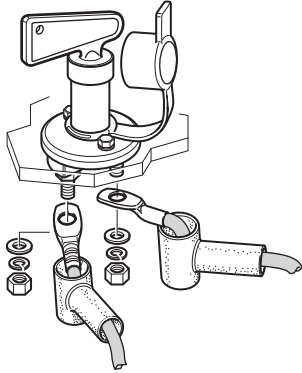

Fig. 47
- Collegare i cavi allo staccabatteria (Fig. 47) e fissarli con rondelle e dadi. Serrare i dadi a 10 Nm.